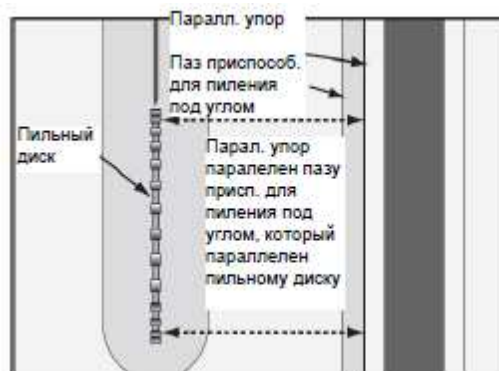

Рис. 34
4. Проверить параллельность параллельного упора пильному диску (рис. 34).